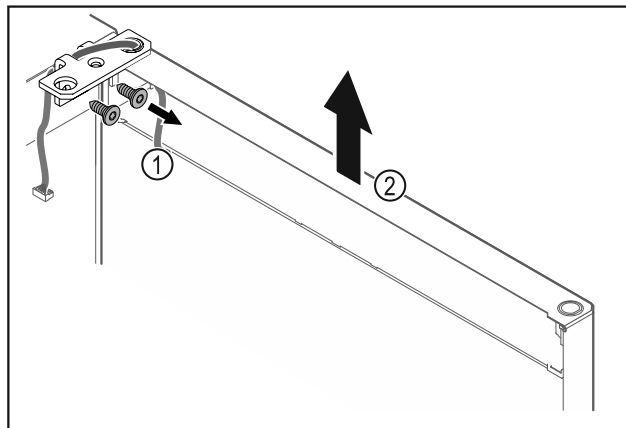

Fig. 17
- ▶ Odvrnite kutne šarke Fig. 17 (1).
- ▶ Dignite vrata s kutnim šarkama Fig. 17 (2) cca 200 mm ravno prema gore i skinite ih.